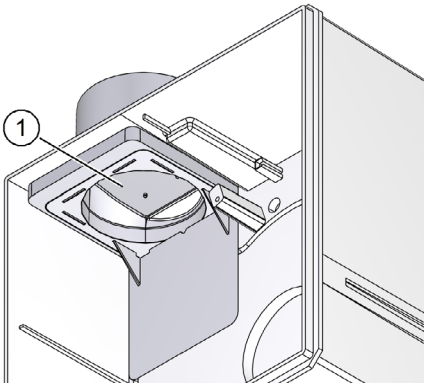
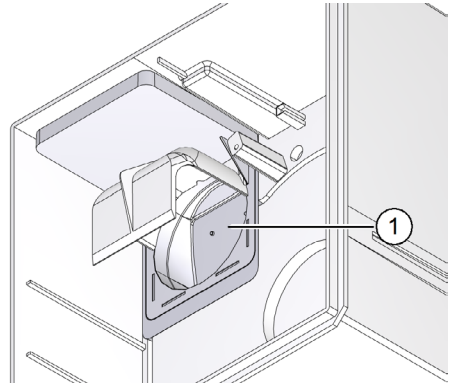

Abb. 38: Klappenfunktion überprüfen,
Abb. 39: Klappenfunktion überprüfen,
- ▶ Überprüfen Sie die Brandschutzklappe/Rückschlagklappe (Pos. 1 in Abb. 38 oder in Abb. 39) auf Funktion und Freigängigkeit. Entfernen Sie eventuell vorhandene Verschmutzungen.